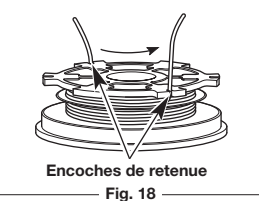

Fig. 18
4. Insérez les deux sections de 150 mm (6 pouces) du fil dans les deux encoches de retenue 0,095 (Fig. 18).